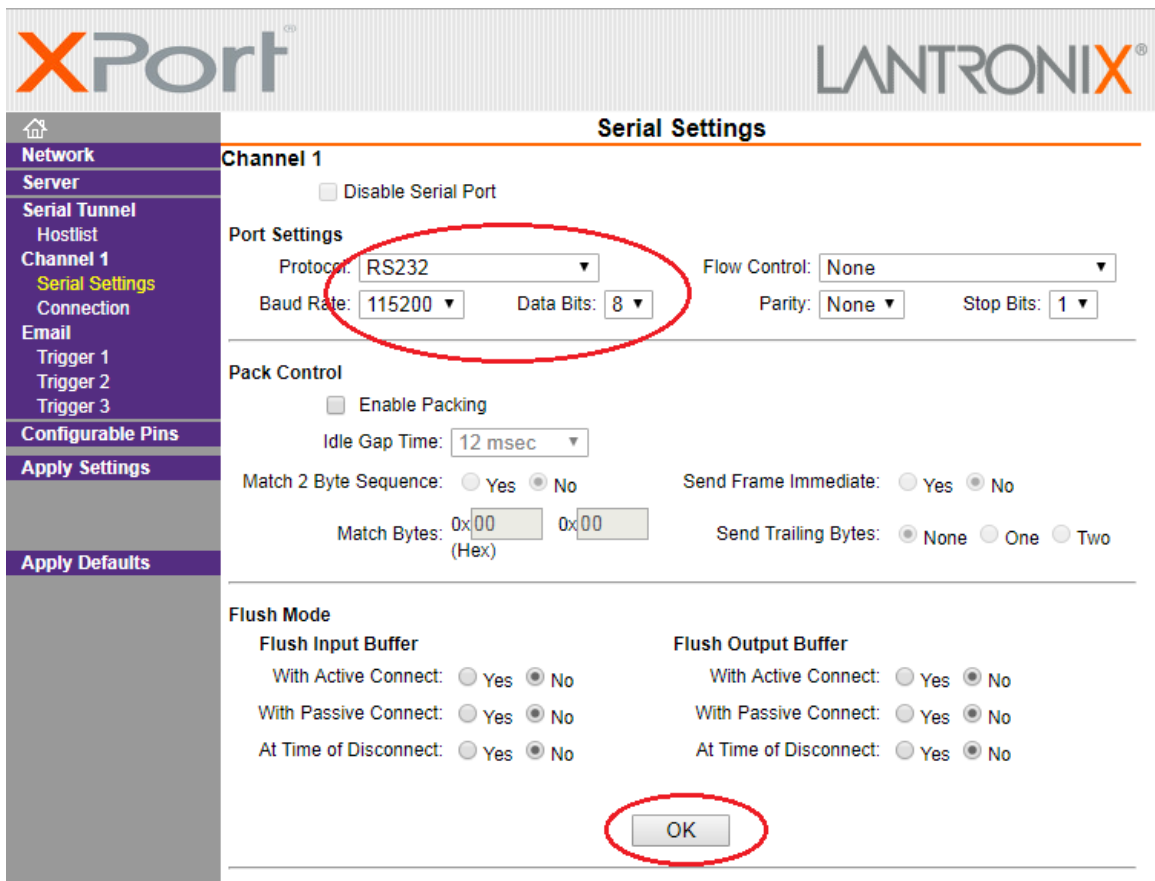

Рис. 9
11.4.2. Нажать кнопку «Serial Settings» в меню в левой части окна, выбрать протокол (Protocol) – RS-232, установить значение скорости передачи данных (Baud Rate) – 115200 и подтвердить уставки кнопкой «ОК». Для завершения процесса необходимо применить новые уставки и перезагрузить «XPort», для этого нажать кнопку «Apply Settings», смотри рис.9.